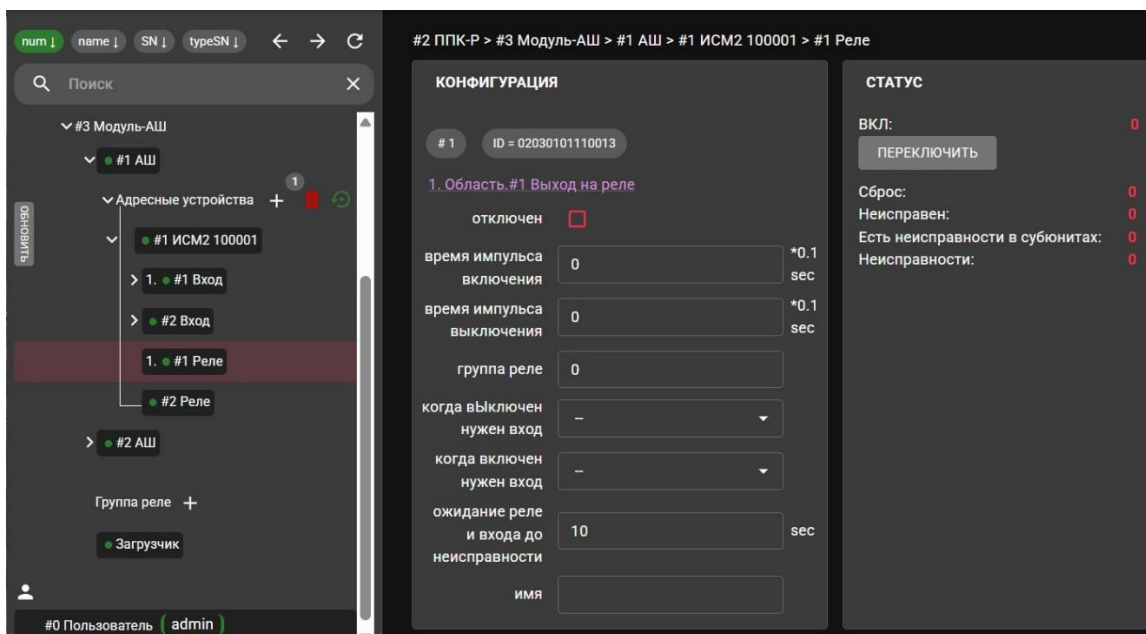

Рисунок 110
6. После всех указанных настроек нужно нажать зеленую кнопку «СОЗДАТЬ 1 ТС (ТИП: ВЫХОД НА РЕЛЕ) В ОБЛАСТИ #1». После привязки Реле ИСМ2 к Области в разделе **Конфигурация** ниже ID Реле появится ссылка вида: «1. Область, #1 Выход на реле», т. е. Выход на реле №1 в системе теперь привязан к Области № 1 (Рис. 110). В дереве оборудования слева от субюнита #1 Реле ИСМ2 появится номер Области, к которой привязано Реле. В разделе **Конфигурация** можно настроить параметры работы этого Реле и в том числе задать ему имя.